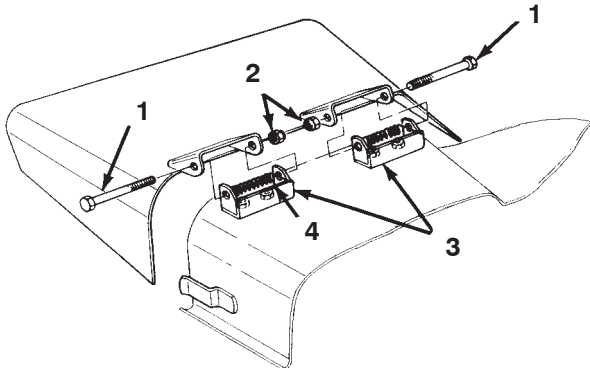

Figure 32
2. Enlevez les 2 vis, contre-écrous et ressorts qui fixent les montants du déflecteur aux supports de pivot (Fig. 32).
3. Pour enlever les supports de pivot, enlevez les boulons de carrossier et écrous (Fig. 32).